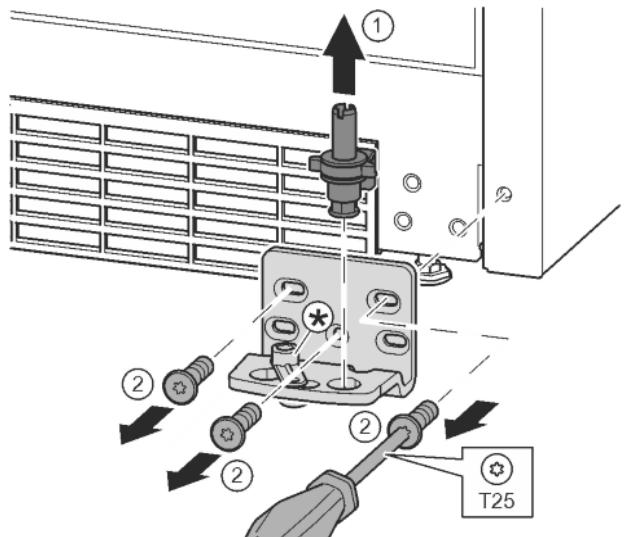

Fig. 15
- Extragăti complet bolțul de lagăr în sus. Fig. 15 (1)
- Deșurubați șuruburile cu șurubelnită T25 și detașați suportul de lagăr. Fig. 15 (2)